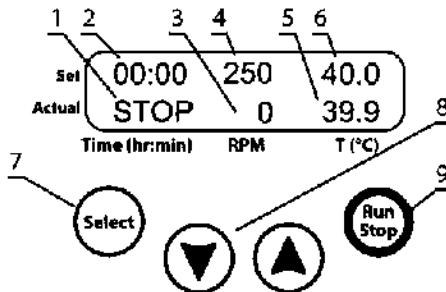

Рисунок 1. Панель управления
- В верхней строке **Set** – ранее установленные значения времени (рис. 1/2), скорости магнитного перемешивающего элемента (рис. 1/4) и температуры воды (рис. 1/6);
- В нижней строке **Actual** – время работы или индикация остановки (STOP, рис. 1/1), текущая скорость магнитного перемещивающего элемента (рис. 1/3) и текущая температура воды (рис. 1/5).
- 5.3. **Установка параметров.** Нажмите кнопку **Select** (рис. 1/7) для выбора изменяемого параметра. Каждое нажатие кнопки **Select** последовательно по кругу активирует параметры. Активный параметр мигает. Используйте кнопки **▼** и **▲** (рис. 1/8) для установки необходимого значения. Если нажать и удерживать кнопку дольше 2 с, значения меняются быстрее.
- 5.4. **Установка температуры.** Выберите и установите необходимую температуру в градусах Цельсия (T ($^{\circ}$ C)), рис. 1/6). Начнется нагрев. Текущие показания температуры отображаются в нижней строке дисплея (рис. 1/5).
- 5.5. **Установка скорости вращения магнитного элемента.** Выберите и установите скорость вращения в оборотах в минуту (**RPM**, рис. 1/4). Текущие показания отображаются в нижней строке дисплея (рис. 1/3).
- 5.6. **Установка времени.** Выберите и установите таймер, в часах и минутах (**Time (hr:min)**, рис. 1/2).
- 5.7. Нажмите кнопку **Run/Stop** (рис. 1/9) для начала отсчета установленного интервала времени (рис. 1/1).